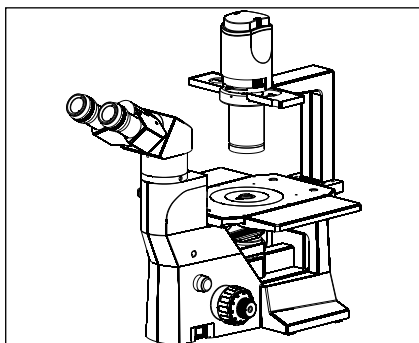

Fig. 1
- 2 Per evitare potenziali rischi elettrici quando si sostituisce hexogen lampadina, accendere il microscopi principali passare alla posizione spegnere e scollegare il cavo di alimentazione dal muro in anticipo. Ogni volta che si sostituisce il tuo microscopio bulbo, presa di corrente e permettere lampada a bulbo per raffreddare prima di toccare (fig.1)